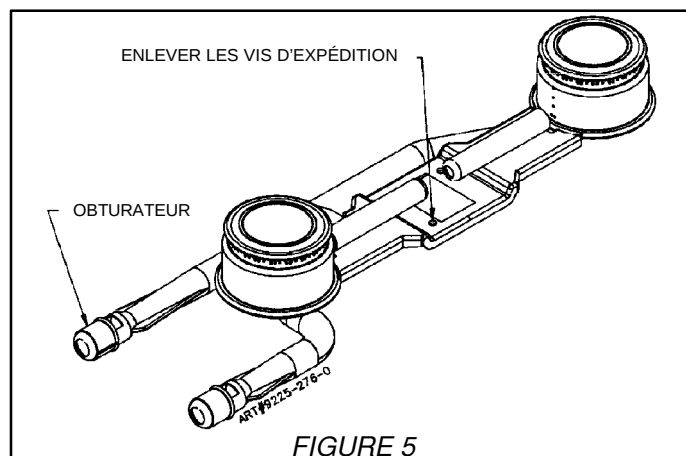

FIGURE 5
- i. Enlever les vis d'expédition de TOUS les brûleurs de la surface de cuisson. (modèles à brûleurs traditionnels seulement). Ces vis servent à maintenir les brûleurs en place sur le support pour l'expédition seulement. (Voir la figure 5).